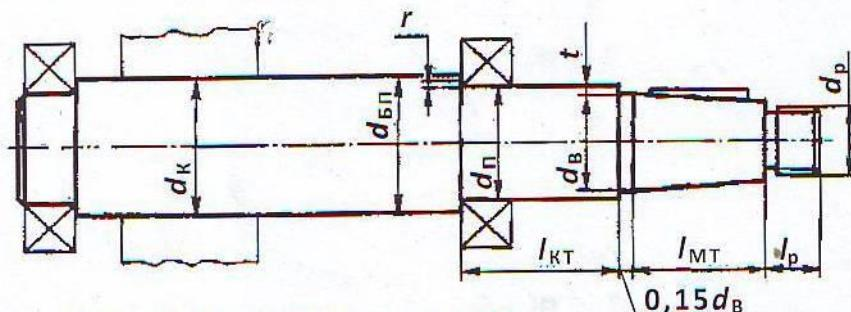
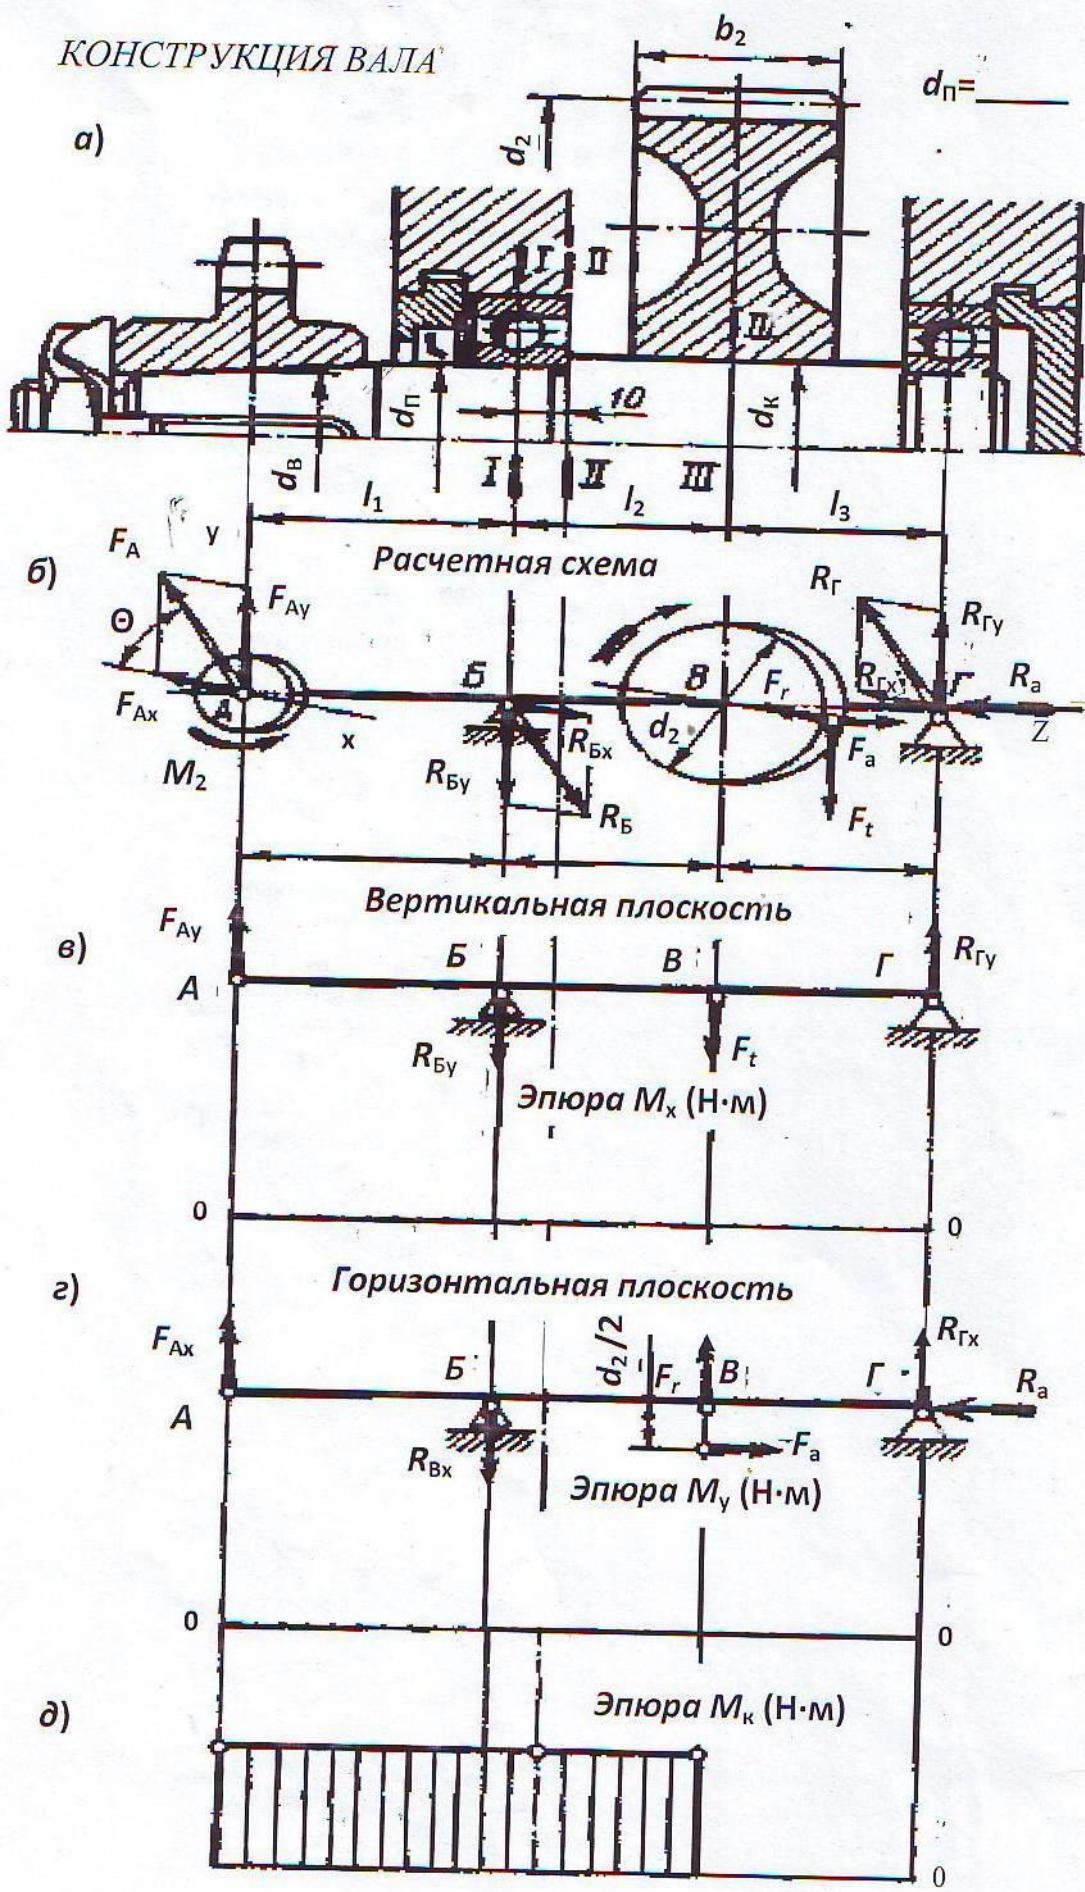

Рис. 5.8 Схема конструкции вала
Рис. 5.9 Схема к расчету вала
1.8 Эскизная разработка конструкции вала и оценка его размеров по чертежам рис.5.8, рис.5.9а конструктивно назначением: l_1, l_2, l_3 :
2. Проверочный расчет вала (см. рис. 5.9)
2.2 Силу F_a , с которой цепная передача действует на вал, раскладываем на составляющие в вертикальной и горизонтальной плоскостях (рис.5.9б)
2.3 Определяем изгибающие моменты в опасных сечениях¹ вала и строим эпюру в вертикальной плоскости (см. рис.5.9в). Определяем реакции опор, H :
2.4 Определяем изгибающие моменты в опасных сечениях вала и строим эпюру в горизонтальной плоскости (см.рис.5.9г.):
2.6 Определяем крутящие моменты, Н·м, в опасных сечениях (см. рис.5.9,д)